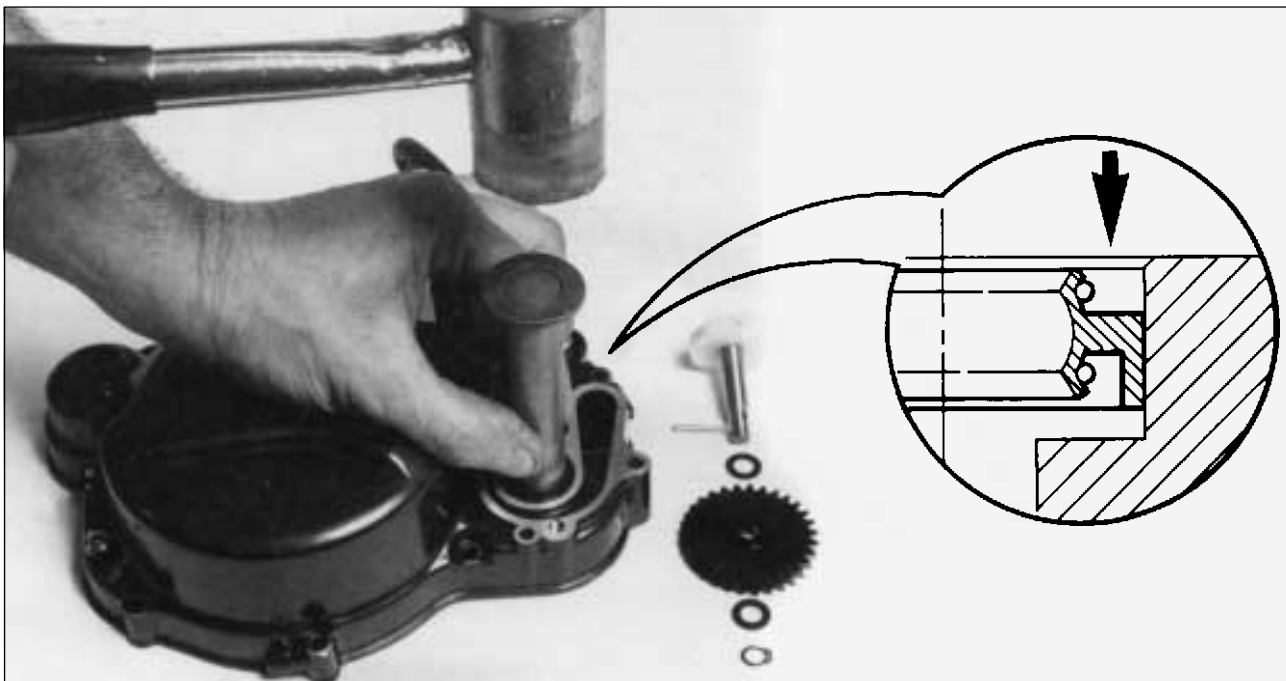

Fig. 38
- Montare il paraolio nel senso corretto come indicato (Fig. 38).
- Fit the oil seals as shown in (Fig. 38).